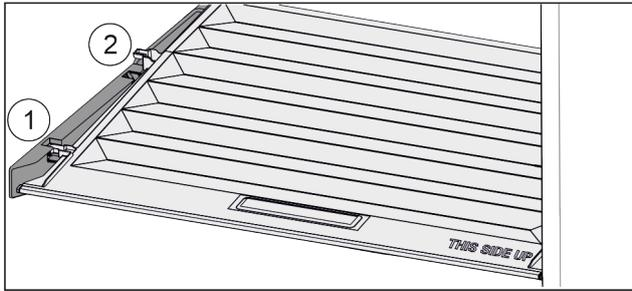

Fig. 149
- ▶ Deckel bis zur Öffnung in den Halteteilen nach vorne ziehen Fig. 149 (1).
- ▶ Hinten von unten anheben und nach oben wegnehmen Fig. 149 (2).